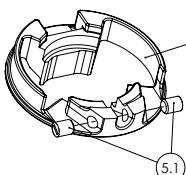

Fig. 11
7 / Serrez la gaine de frein avec les vis plastiques ⑤ (Fig.11).